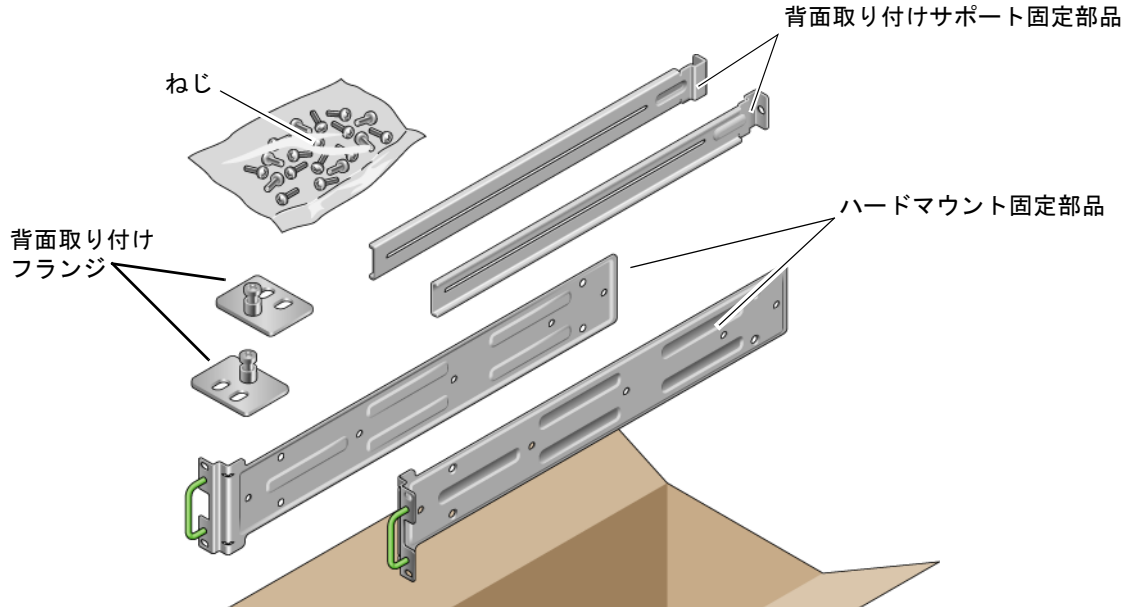

図 3-1 19 インチ 4 ポストのハードマウントキットの内容
1. ラックキットからハードマウント固定部品を取り出します (図 3-1)。
4. ラックキットから背面取り付けサポート固定部品を 2 つ取り出します (図 3-1)。
8. ラックキットから背面取り付けフランジを 2 つ取り出します (図 3-1)。
また、サーバーに付属の標準ラックマウントキットのハードマウント固定部品も必要です (図 3-1)。
1. 標準ラックキットからハードマウント固定部品および M5×8 mm プラス皿頭ねじを取り出します (図 3-1)。